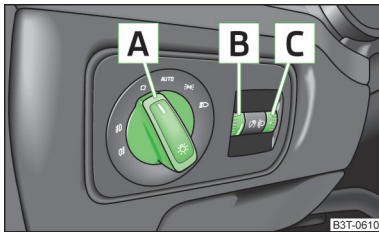

Abb. 49
Bei Fahrzeugen mit Rechtslenkung weicht die Anordnung der Bedienungselemente zum Teil von der in » Abb. 49 auf Seite 69 gezeigten Anordnung ab. Die Symbole, die die Stellungen der Bedienungselemente markieren, sind gleich.
Ausstattungsabhängig kann der Lichtschalter **A** » Abb. 49 in die folgenden Stellungen bewegt werden.
Durch Drehen des Drehreglers **B** » Abb. 49 aus der Stellung **1** in **3** wird die Leuchtweitenregulierung allmählich angepasst und dadurch der Lichtkegel verkürzt.
Durch Drehen des Drehreglers **C** » Abb. 49 kann bei eingeschaltetem Licht die Helligkeit der Instrumentenbeleuchtung angepasst werden » Abb. 49.
- ✓ Der Lichtschalter befindet sich in der Stellung **0** oder **AUTO** » Abb. 49 auf Seite 69.